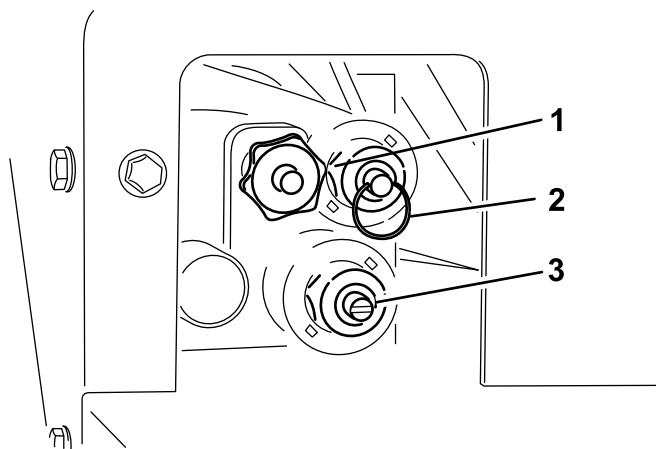

Figure 26
L'accès à la commande manuelle se trouve du côté conducteur du système hydraulique (Figure 26).
- Pour régler la vitesse de la bande transporteuse (Figure 26), tournez le bouton dans le sens horaire. La vitesse maximale de la bande transporteuse est utilisée dans le système à code couleur ; ce réglage peut ainsi être fait sans débit hydraulique. Cela est particulièrement pertinent lorsque la trémie est pleine de sable.
- Pour élever la trémie (Figure 26), poussez l'anneau de la vanne.
- Pour abaisser la trémie (Figure 26), tirez sur l'anneau de la vanne.
- Pour régler la vitesse des distributeurs (Figure 26), utilisez un tournevis à lame plate pour tourner la commande dans le sens horaire pour augmenter la vitesse ou dans le sens antihoraire pour réduire la vitesse.